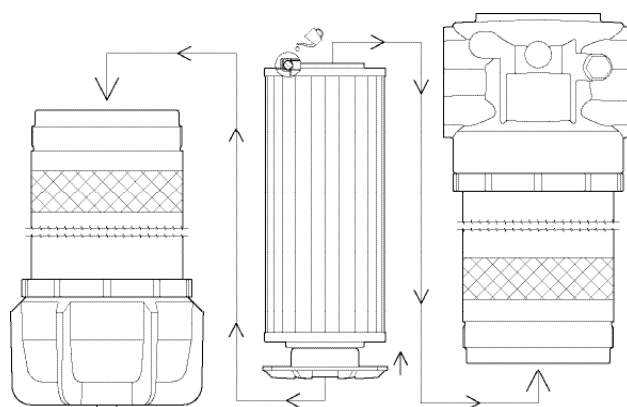

Fig. 4
- 6 Lubrificare le guarnizioni dell'elemento filtrante, con il fluido di lavoro. Montare il codolo inferiore nell'elemento filtrante, inserire l'assieme, elemento + codolo come indicato in fig. 4 rispettivamente per le versioni P01 e P02.